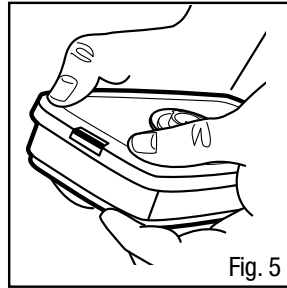

Fig. 5
1. Aligner l'adaptateur sur la cartouche. Enclencher l'encoche avant en appuyant l'avant de la cartouche contre l'adaptateur, en plaçant les pouces sur le dessus de l'adaptateur et les doigts sous la cartouche (Fig. 5).